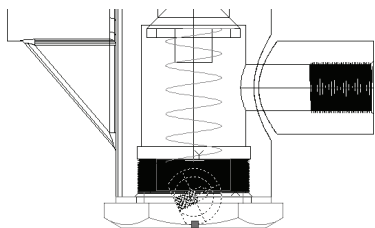

图 11-202 旋转后的图形
4) 旋转胶木球: 单击“修改”工具栏中的“旋转”按钮, 将胶木球以原点为基点, 沿 Z 轴旋转, 角度为“115°”。结果如图 11-202 所示。